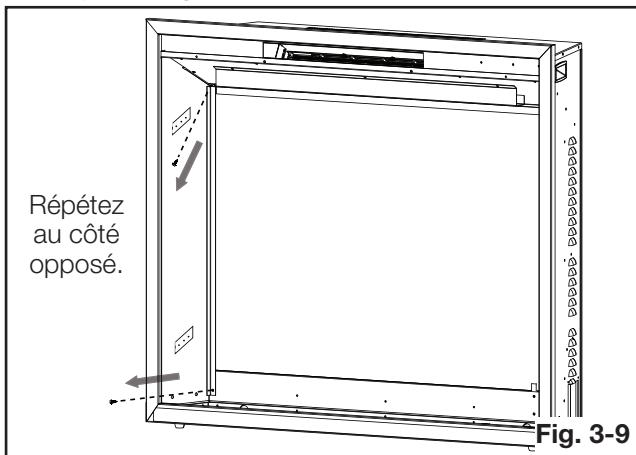
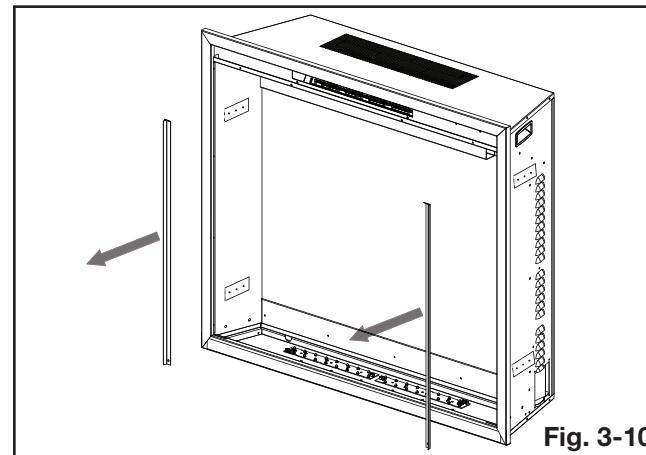

Fig. 3-9
Fig. 3-10
8. Retirez les 4 vis servant à fixer les supports de retenue en place (**Fig. 3-9**). Mettez au côté les vis et les supports (**Fig. 3-10**).